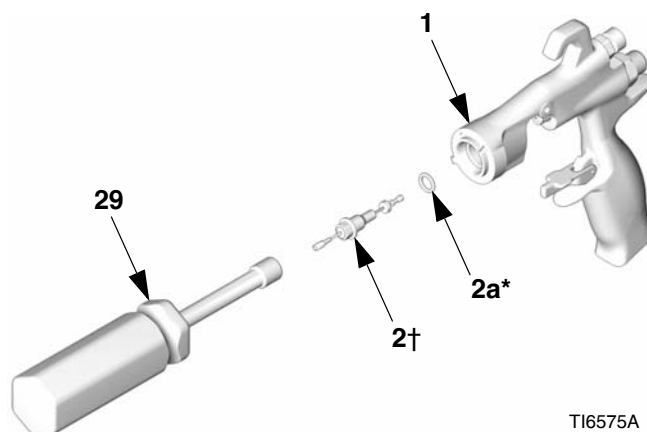
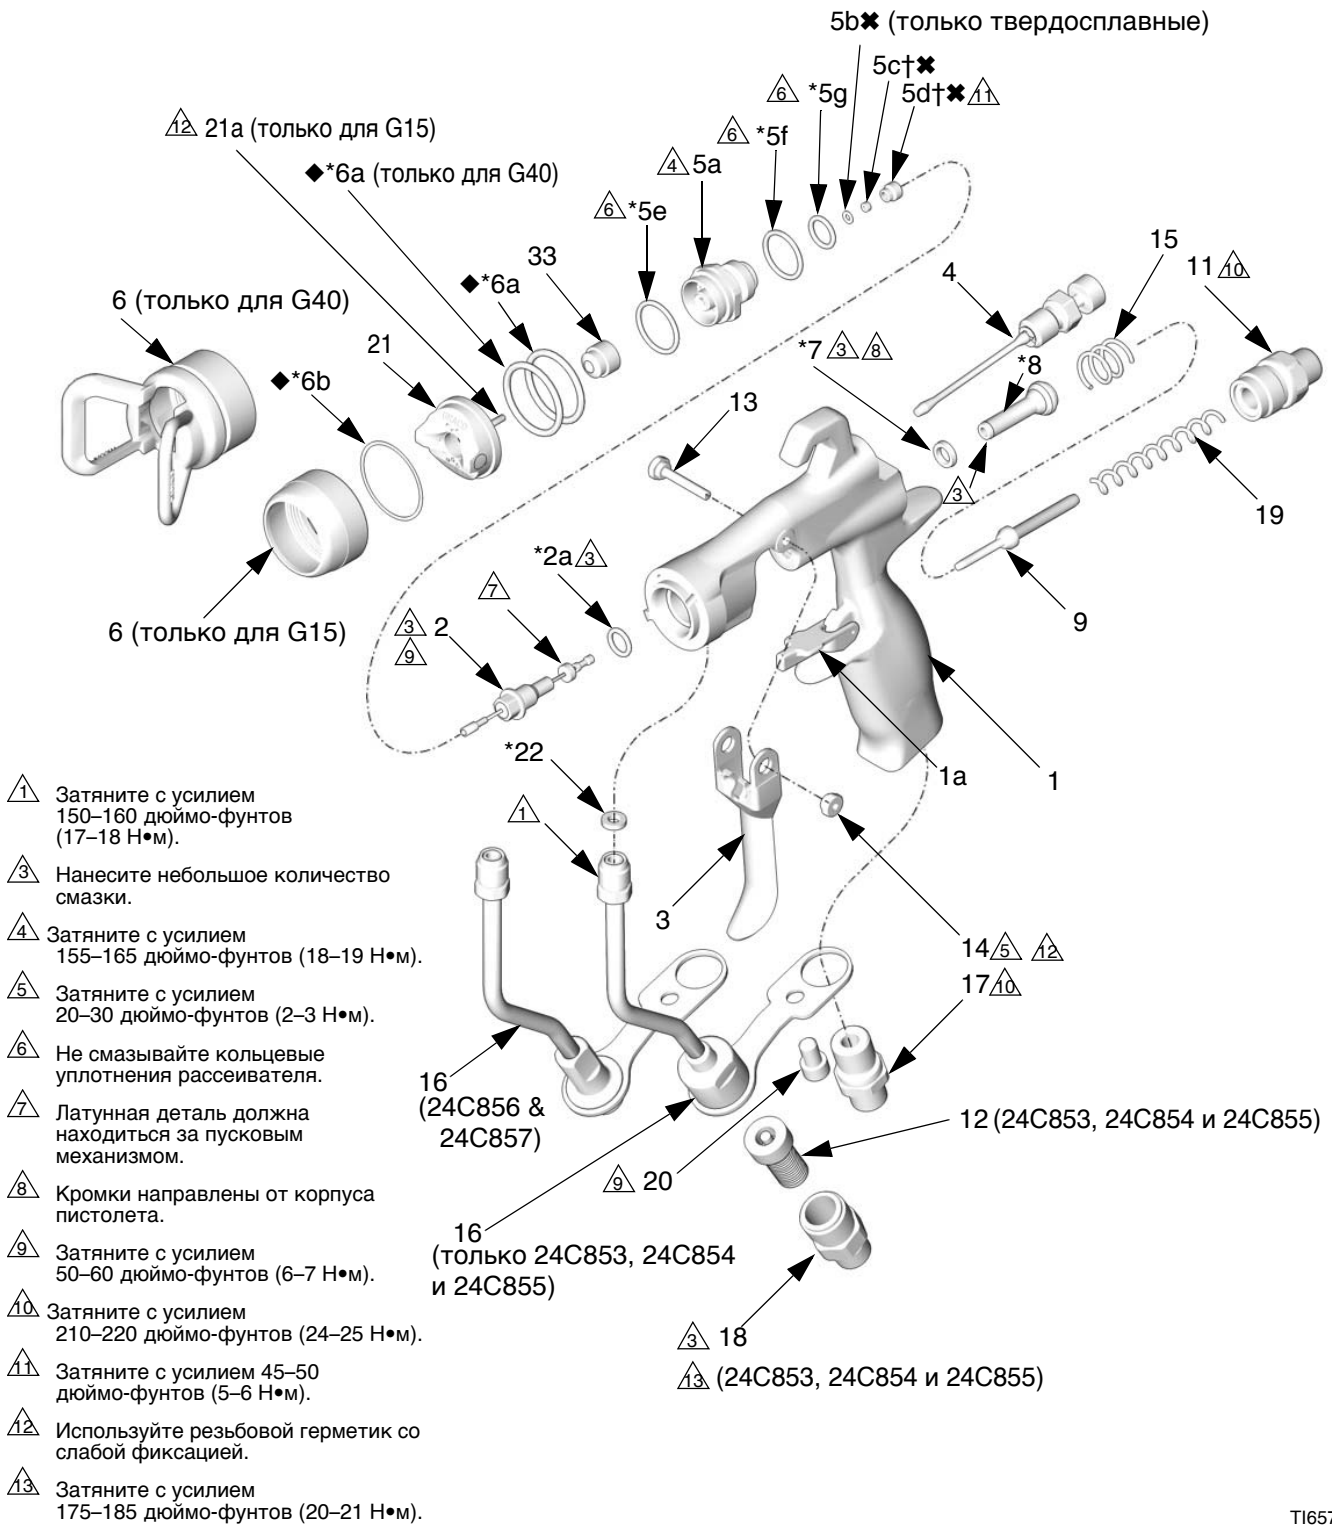

Рис. 42
Рис. 43
1. Установите прокладку трубки (22\*) в пистолет. Затяните вручную соединение трубки (С) на входном патрубке пистолета для жидкости. Затяните вручную входной патрубков для воздуха (17) и винт (20). Затяните соединение трубки для жидкости с усилием 150–160 дюймо-фунтов (17–18 Н•м). Затяните входной патрубков для воздуха с усилием 210–220 дюймо-фунтов (24–25 Н•м). Затяните винт скобы трубки жидкости с усилием 50–60 дюймо-фунтов (6–7 Н•м). См. Рис. 43.
2. Установите проходной фильтр для жидкости (12) в основание трубки для жидкости. Закрутите входной патрубков для жидкости (18) на основании трубки. Затяните с усилием 175–185 дюймо-фунтов (20–21 Н•м). См. Рис. 43.
4. Нанесите смазку на переднюю сторону воздушного вентиля (8\*). Осторожно установите в пистолет с задней стороны, через уплотнение с и-образным сечением (7\*), насколько возможно. Не повредите уплотнение. См. Рис. 43.
5. Осторожно вставьте более тонкий конец стержня (9) в воздушный вентиль (8\*).
6. Установите две пружины (15 и 19). Закрепите тарелку пружины (11) с задней стороны корпуса пистолета. Затяните с усилием 210–220 дюймо-фунтов (24–25 Н•м).
7. Нанесите небольшое количество смазки на кольцевые уплотнения иглы и стержня в месте скольжения уплотнения. Убедитесь, что кольцевое уплотнение (2a\*) установлено на корпусе пистолета (1).
8. Установите иглу для жидкости (2) с передней стороны пистолета. С помощью гаечного ключа (29) закрепите иглу на корпусе пистолета (1) и затяните с усилием 50–60 дюймо-фунтов (6–7 Н•м). См. Рис. 42.
9. Установите пусковой механизм (3), палец (13) и гайку (14). Нанесите пасту препятствующую отворачиванию низкой фиксации и убедитесь, что латунная часть иглы (2) находится за пусковым механизмом. См. Рис. 43. Нанесите смазку на обе стороны пальца в местах контакта пускового механизма с пальцем и на втулку с обеих сторон пистолета в местах контакта пускового механизма с корпусом пистолета. Затяните гайку с усилием 20–30 дюймо-фунтов (2–3 Н•м).
10. Запустите пистолет, чтобы втянуть иглу, в то время как вы закрепляете рассеиватель (5) к корпусу пистолета (1) с помощью специального инструмента (30). Затяните с усилием 155–165 дюймо-фунтов (18–19 Н•м). После затягивания фланец будет касаться нижней части пистолета.
11. Прикрепите фиксирующее кольцо (6), воздушную головку (21) и распылительный наконечник (33).